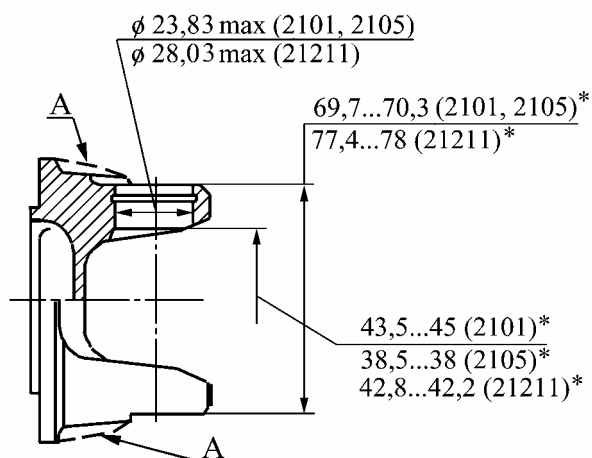

Рис.22. Фланец карданного вала 2101/2105/21211-2201023.
6.2.5 Фланцы карданного вала 2101/2105/21211-2201023, рис.22.
Фланцы карданного вала 2101, 2105 и 21211, рис.22, отличаются внутренними посадочными диаметрами под подшипники крестовины, внутренним размером вилки фланца. Фланец 21211, кроме этого, отличается наличием приливов А.